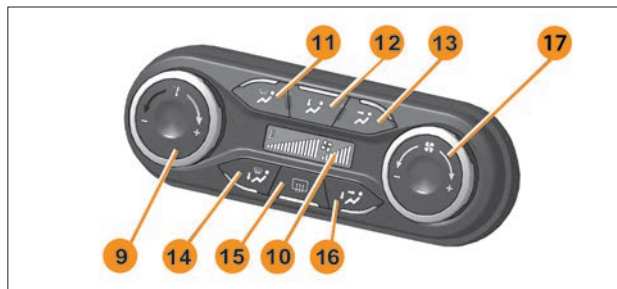

Рис. 4. Блок управления системой вентиляции и отопления
**9** – левый поворотный переключатель (управление температурой подаваемого воздуха), см. рис. 4, 5, 6.
**11** – кнопочный переключатель режима обогрева (обдува) ветрового и боковых стекол, (рис. 4, 5);
**12** – кнопочный переключатель режима обогрева ног (рис. 4. 5);